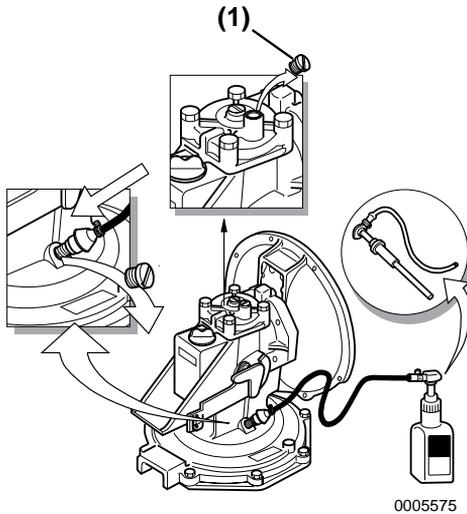

Figure 8
1. Utilisez une pompe MerCruiser^(r) comme celle illustrée (**Figure 8**) ou une pompe similaire disponible auprès de votre fournisseur local.
4. Retirez le bouchon du couvercle du carter supérieur (**Figure 8, (1)**).
6. Après le remplissage, vissez et serrez d'abord le bouchon sur le couvercle supérieur. (**Figure 8, (1)**). Puis retirez la bouteille d'huile, la pompe, le tuyau et le joint adaptateur et vissez le bouchon d'huile avec un joint.